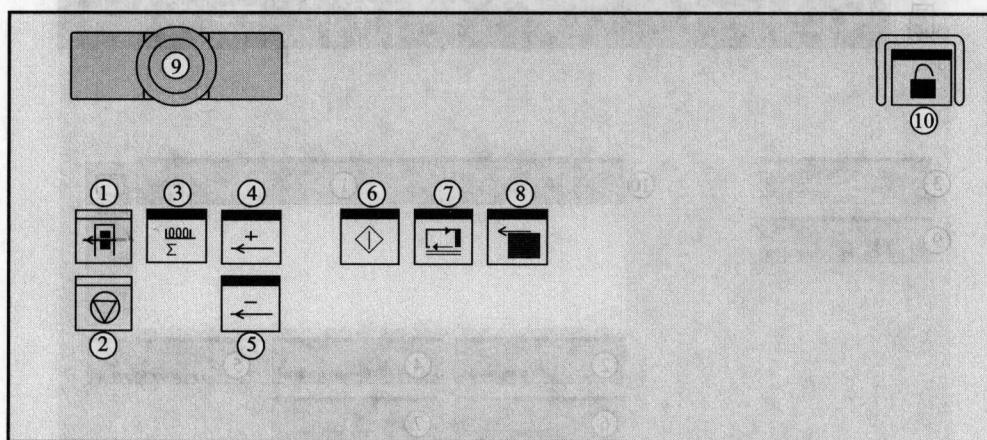

图 1-23 锁住显示屏和控制台
锁住显示屏和控制台如图 1-23 所示，图中标识的意义如下：①—印刷功能按键；②—停车按键；③—计数器开/关键；④—加速按键；⑤—减速按键；⑥—运转按键；⑦—输纸器开/停按键；⑧—走纸按键；⑨—紧急停车按键；⑩—锁住控制面板按键。